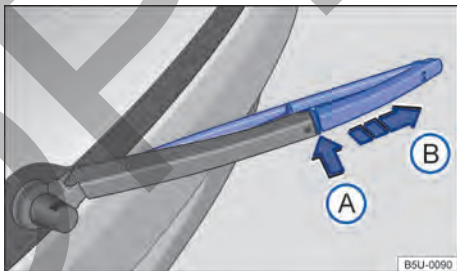

Fig. 161 Sustituir la escobilla del limpiaventa.
- Mantener presionada la tecla de desbloqueo → fig. 161 ①A.
- Retirar la escobilla del limpialuneta en el sentido de la flecha ②B.